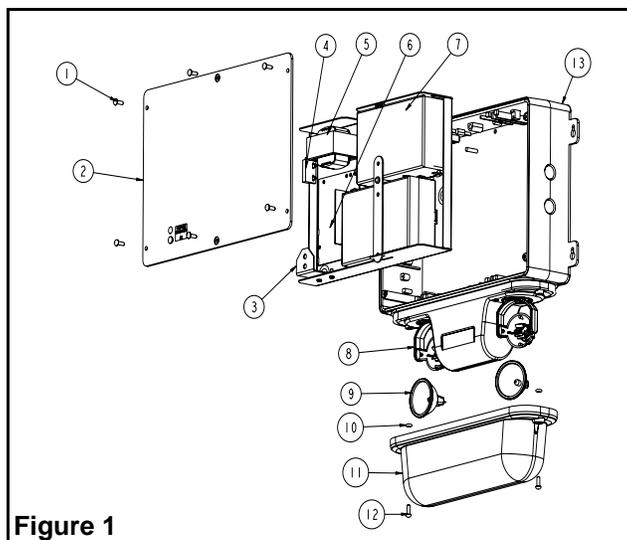

Figure 1
- b. Choisir quels trous du cadre serviront au montage (voir les figures 1, 2 et 5). Soutenir le cadre à l'aide de deux blocs de bois espacés à un pouce maximum. Enlever les trous défonçables en frappant d'un coup sec à l'aide d'un marteau et d'un tournevis. Débarrasser les trous de toute bavure, afin de faciliter l'installation des raccords filetés. Installer des raccords qui sont certifiés pour les endroits dangereux (Class I, Div 2). Pour l'option Nexus, installer le conduit fourni avec l'unité afin de passer les fils de données.